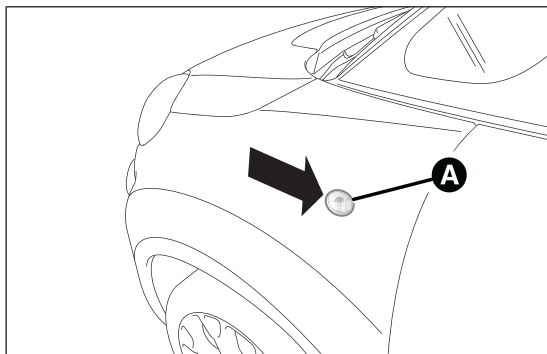
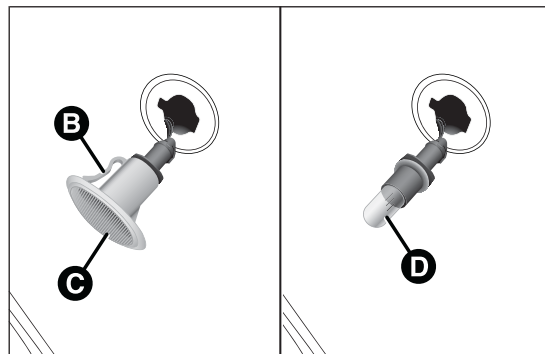

fig. 165
fig. 166
- agir sur le transparent A fig. 165 afin de comprimer le ressort interne B fig. 166, puis désolidariser le groupe vers l'extérieur ;